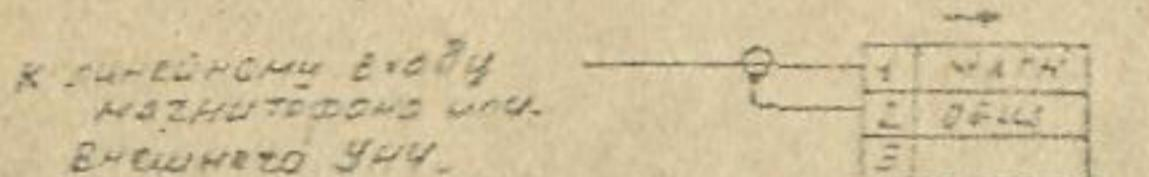

Рис. 5
7.3 Резьем "SPEAK/REC" ("ГРОМКОГОВОРИТЕЛЬ/МАГНИТОФОН") (66) служит для подключения громкоговорителя (распака разъема согласно п. 7.1) или магнитофона для записи. На контакте 1 этого разъема присутствует сигнал приемника напряжением 100...300 мV (при включенной АРУ). Это напряжение не зависит от положения регулятора громкости трансивера, что позволяет делать качественную запись. Для подключения используется вилка СШ-3 или СШ-5, схема распайки приведена на рис. 5.